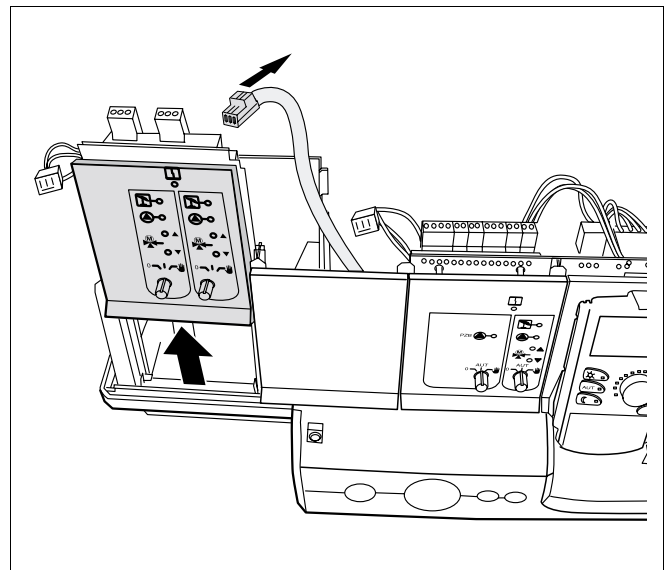

Fig. 10 Modulo funzione, smontaggio del modulo
- Staccare tutte i cavi che sono in collegamento con il modulo da rimuovere, estraendo le connessioni (fig. 10).
- Estrarre il modulo dal posto d'innesto (fig. 10).